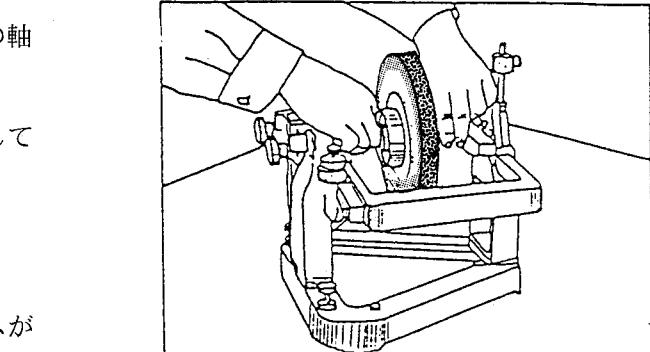

図1-15 バーの両端をもって、バランス台にのせる
② 専用バーの両端を持ち、バランス台の軸受部に静かにのせる(図1-15)。